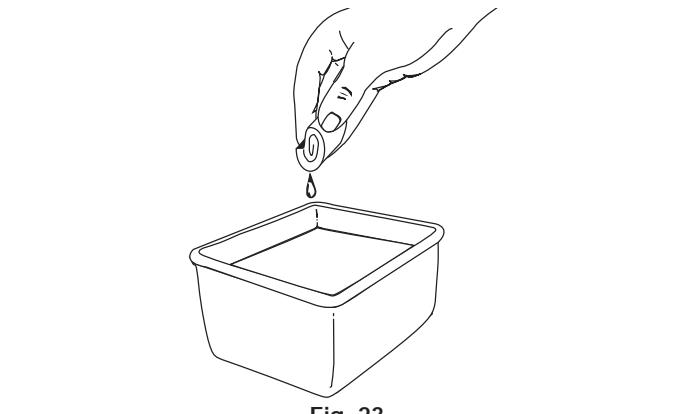

Fig. 23
- Lave el filtro con agua y detergente (Fig. 23). Enjuáguelo cuidadosamente y escurra el agua. Déjelo secar por completo.